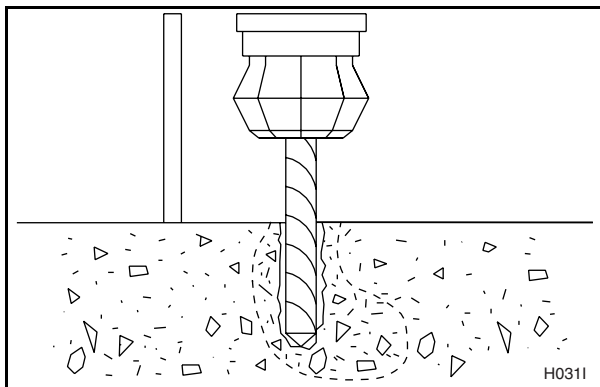

Figura 30
3. Taladre y forme con un cincel un agujero cónico lo suficientemente largo para aceptar el perno en J. Vea la Figura 30.